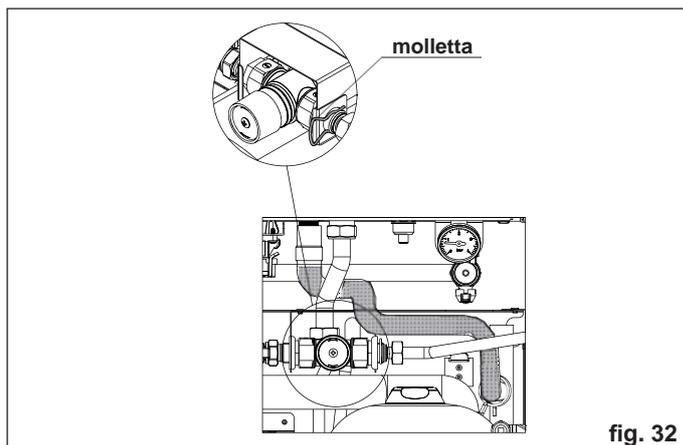

fig. 32
Rimuovere la molletta indicata in fig. 32, quindi fissare la rampa dal raccordo uscita acqua sanitaria del bollitore alla valvola miscelatrice.
- Collegare la valvola di sicurezza 3 bar della caldaia al tubo corrugato proveniente dal modulo e bloccare con le fascette stringi tubo (fig. 32).